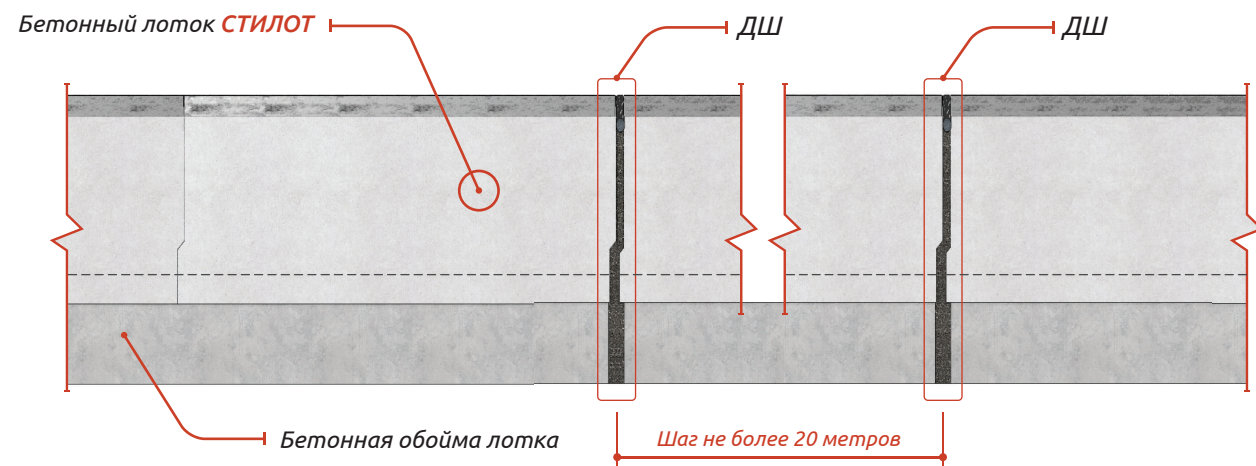

Рис. 20. Продольный вид в месте выполнения деформационного шва.
9.1 Технология выполнения деформационного шва (Рис.20, 21, 22):